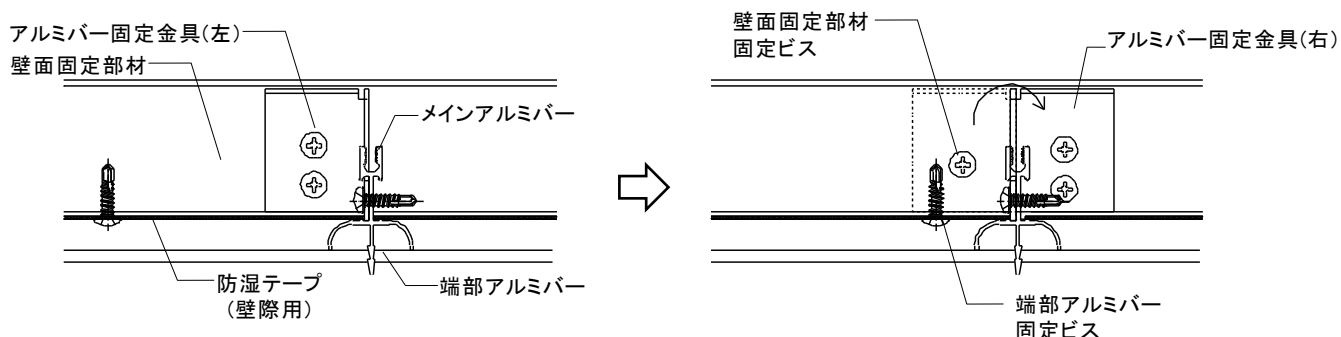

図 2-8-4 ビスが干渉する場合
- ① クリップ固定の際はアプセットボルトの締め付け過ぎにより、アルミバー受け材の上フランジが変形しないように注意すること。
- ② 壁面固定部材および端部アルミバーの固定ビスが、アルミバー固定部材に干渉する場合、逆向きの金具を使用し、メインアルミバーに取り付ける。(図 2-8-4 参照)